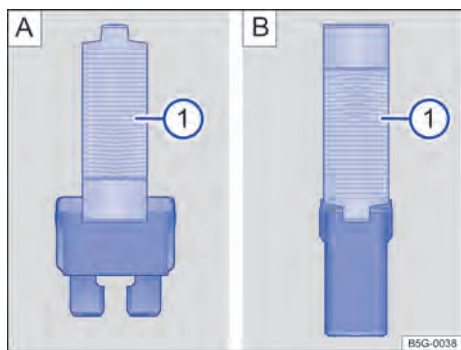

Fig. 149 Retirar ou colocar o fusível com a pinça de plástico: [A]: fusível plano, [B]: fusível de bloqueio.
- Se necessário, retirar a pinça de plástico → Fig. 149  da cobertura da caixa de fusíveis.
- De acordo com a versão do fusível, colocar as garas adequadas do alicate plástico → Fig. 149 [A]  ou → Fig. 149 [B]  lateralmente no fusível.